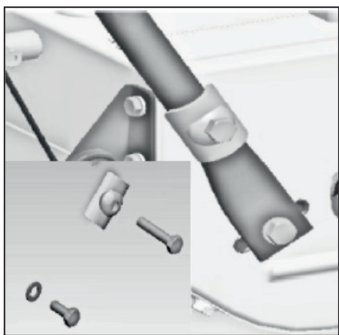

Рис. 2
1. Совместите отверстия на П-образной опоре с отверстиями, расположенными в нижней части корпуса машины (Рис. 2).